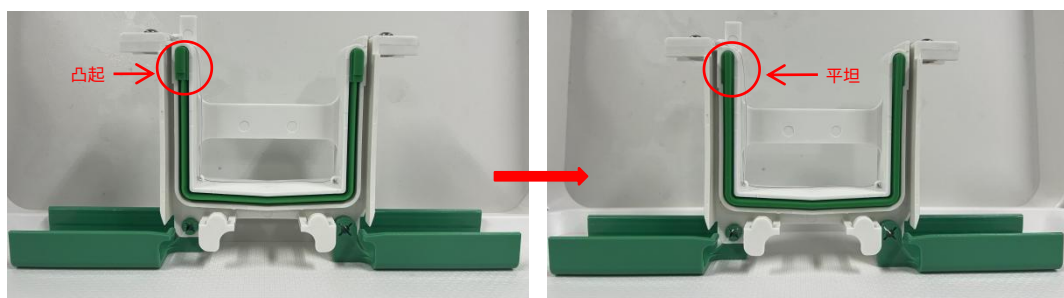

图 1
3.1 使用 Bio-Rad、WIX 等品牌硅胶密封条凸起的电泳槽时，将电泳槽内框架的绿色硅胶密封条取出，将其平坦的一面朝外并重新插回内框架的凹槽中-如图 1